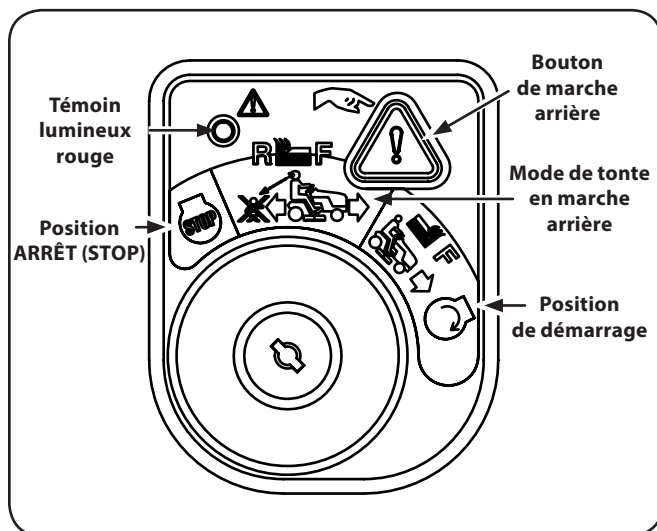

Figure 5-8
2. Tournez la clé de la position de tonte normale  (en vert) à la position de tonte en marche arrière  (en jaune). Voir Figure 5-8.
3. Appuyez sur le bouton de marche arrière  (bouton triangulaire orange) situé dans le coin supérieur droit du module de commutateur d'allumage. Le témoin lumineux rouge dans le coin supérieur gauche du module s'allume lorsque le bouton de marche arrière est activé. Voir Figure 5-8.